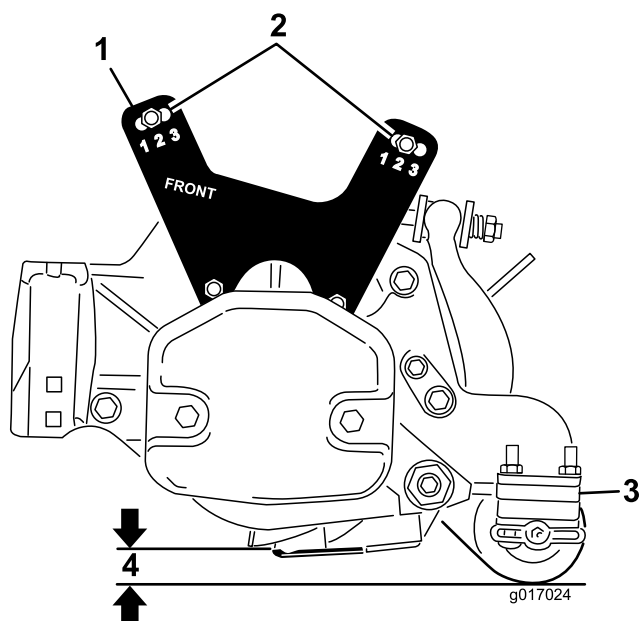

Figure 20
- Abaissez le plateau de coupe au sol et mesurez la distance du sol au sommet de la contre-lame, comme montré à la Figure 20